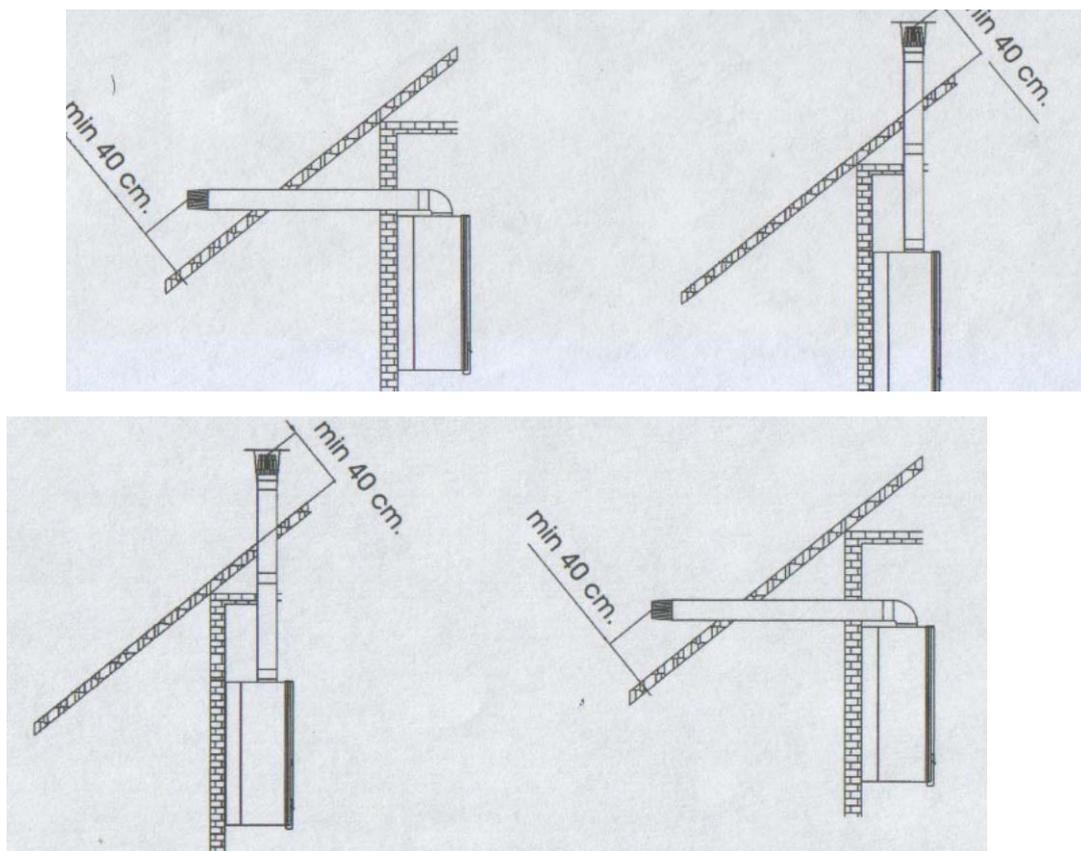

Рисунок 11
- При монтаже оборудования на чердачный этаж или в комнаты под чердаком или крышей, конец трубы вытяжки должен быть на высоте минимум 40 см. (Рис. 11)